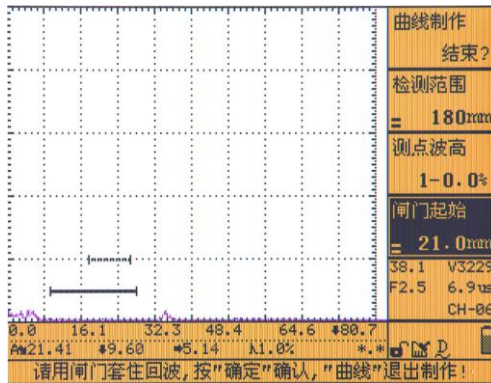

图 4.3
1、按【F1】键，选择“DAC”主菜单，再通过【向上】或【向下】键，选择“曲线制作”子菜单，单击旋转轮或【确认】键，开始制作 DAC 曲线，同时，“曲线制作”项由“开始”变为“结束？”，仪器自动选择“闸门起始”子菜单，且“测点波高”由“1-*. *”变为“1-0.0%”，如图 4.3 所示。